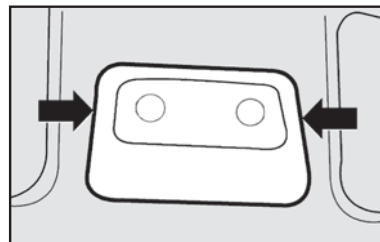

fig. 65
- utilizando un destornillador en los puntos **fig. 65** quite la consola de techo completa que está fijada a presión;